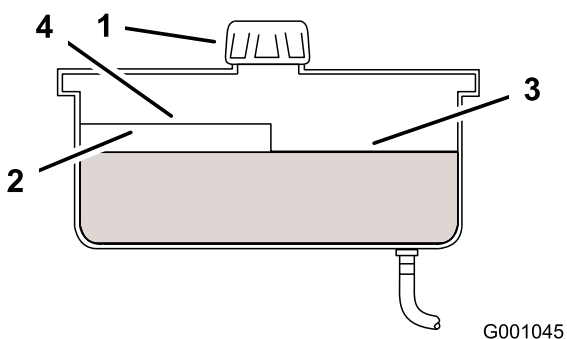

Figure 46
4. Nettoyez la surface autour du bouchon et du goulot de remplissage du réservoir hydraulique (Figure 46).
5. Enlevez le bouchon du goulot de remplissage et vérifiez le niveau de liquide dans le réservoir (Figure 46).
- Remarque:** Lorsque l'huile est chaude, le niveau de liquide doit atteindre le haut du repère à chaud sur le déflecteur (Figure 46).